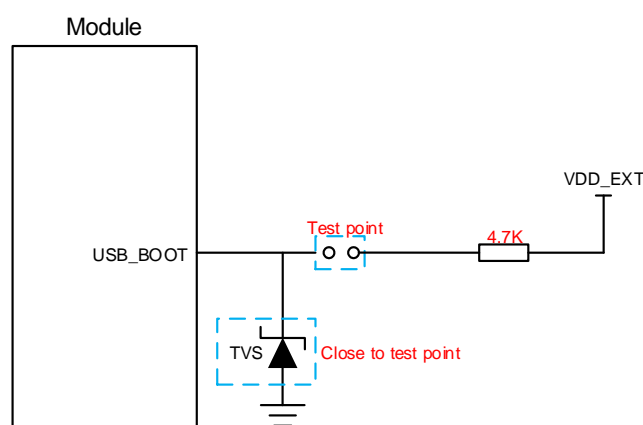

图 31: USB\_BOOT 接口参考设计电路
2. 使用 MCU 控制模块进入强制下载模式时按照如上时序图进行控制，在给模块 VBAT 上电前不建议上拉 USB\_BOOT 到 1.8V；手动强制下载方式按照图 31 所示短接测试点即可。